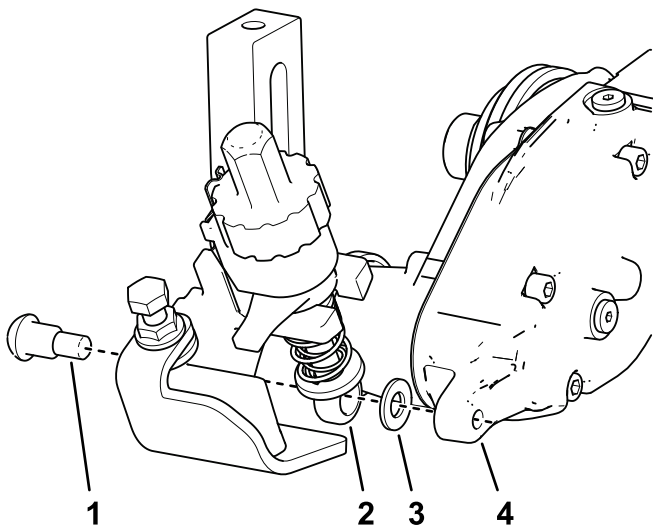

图 11
- 在疏草刀箱侧将剪草高度支架的调整臂杆放置到疏草刀驱动箱内部并使用轴肩螺栓和硬化垫圈固定如图 11 所示上紧轴肩螺栓扭矩至 1622N·m。